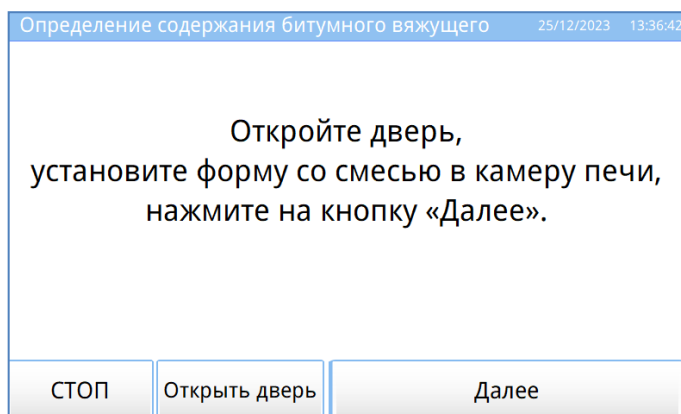

Рисунок 19 – Установка формы со смесью
4.6.7 Загрузить форму со смесью в камеру печи для дальнейшего выжигания (см. рисунок 19), нажать на кнопку «Далее».
4.6.11 Вновь установить форму со смесью в камеру печи (см. рисунок 19).